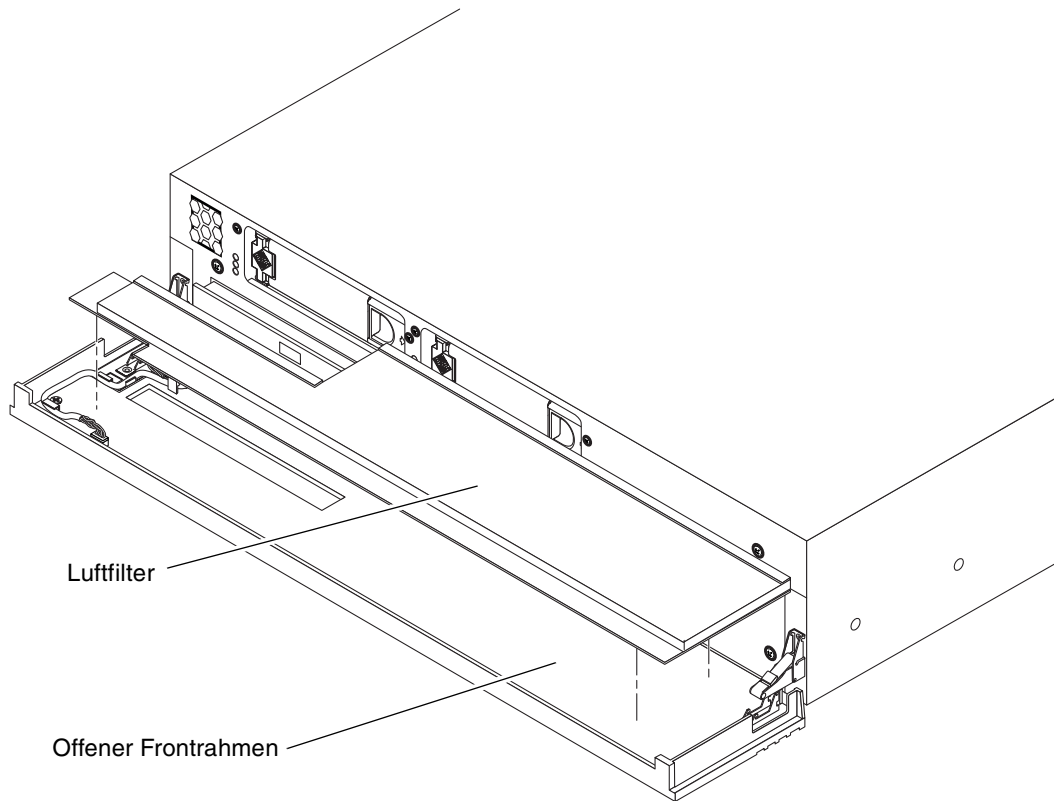

ABBILDUNG 2-2 Installieren des Luftfilters in den Frontrahmen
4. Montieren Sie den neuen Luftfilter in den Frontrahmen (ABBILDUNG 2-2).